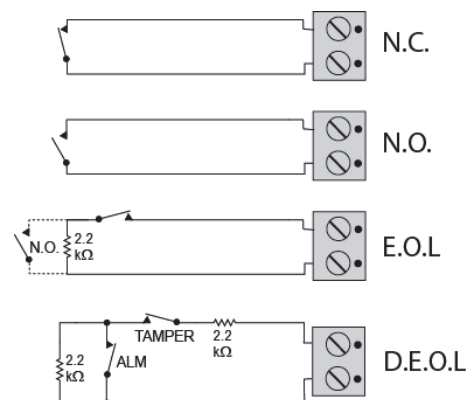

Рисунок 4. Подключение дополнительного входа (AUX)
## 2.2 Дополнительный вход Тревоги (Рис. 4)
D. Подключение с оконечным резистором (EOL). В данном варианте можно одновременно использовать Н.З. или Н.О. контакты дополнительных датчиков (см. рис. 4). Оконечный резистор (2.2кΩ) необходимо подключить на конце охранного шлейфа. Тревога при замыкании или размыкании шлейфа.
E. Подключение с двумя оконечными резисторами (DEOL). В данном варианте можно использовать Н.З. Контакты Тревоги и Н.З. контакты Тампера (см. рис. 4). Два оконечных резистор (2.2кΩ) необходимо подключить на конце охранного шлейфа. Тревога при размыкании реле Тревоги, тамперная тревога при размыкании тамперного контакта.